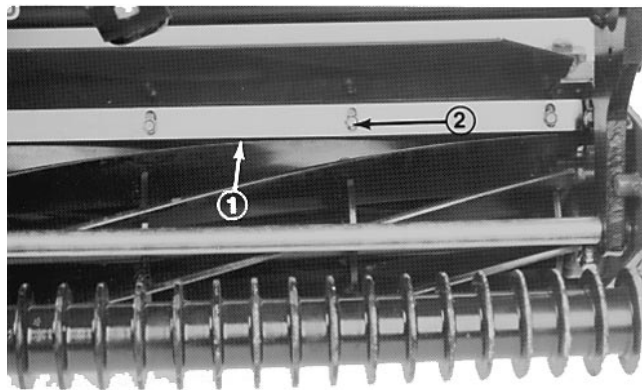

Fig. 5
1. Allentare le viti che fissano la barra superiore (Fig. 5). Inserire lo spessore da 1,6mm tra la parte superiore del cilindro e la barra, quindi stringere le viti (Fig. 5). Accertare che barra e cilindro siano equidistanti per l'intera lunghezza del cilindro.